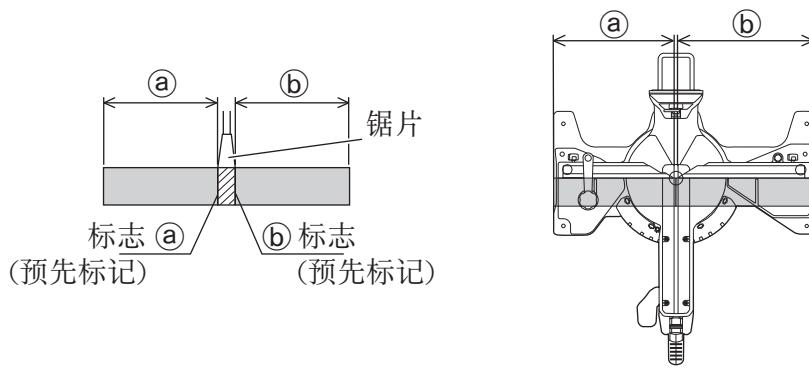

图21
(1) 如图21所示, 锯条的宽度为切割宽度。因此, 在需要长度⑥时将工件向右侧滑动 (从操作员的位置看去), 或在需要长度⑤时向左侧滑动。打开LED灯, 将刀片的影子投射到工件上, 并将刀片影子的左侧或右侧对准工件上的墨线。